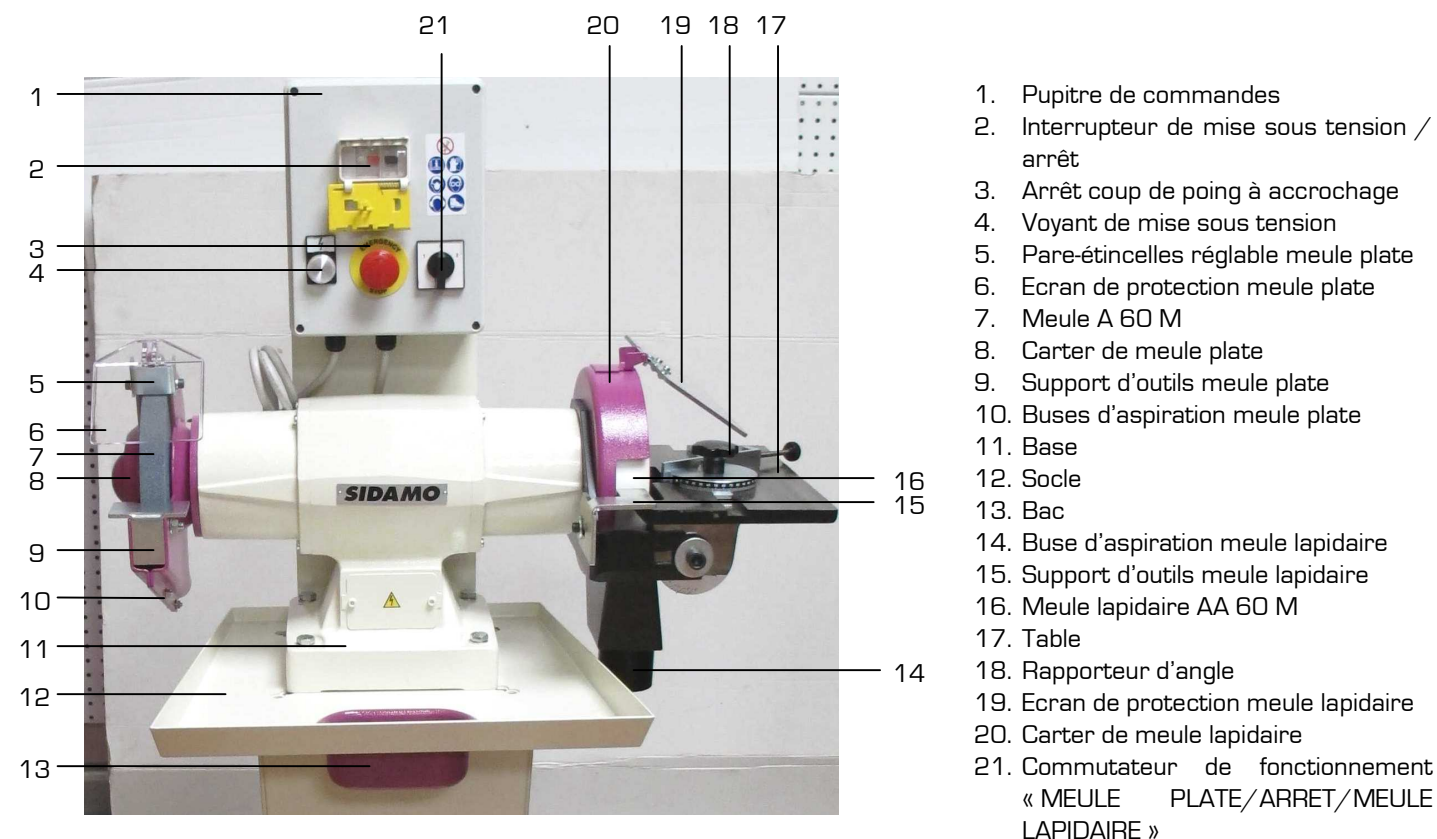
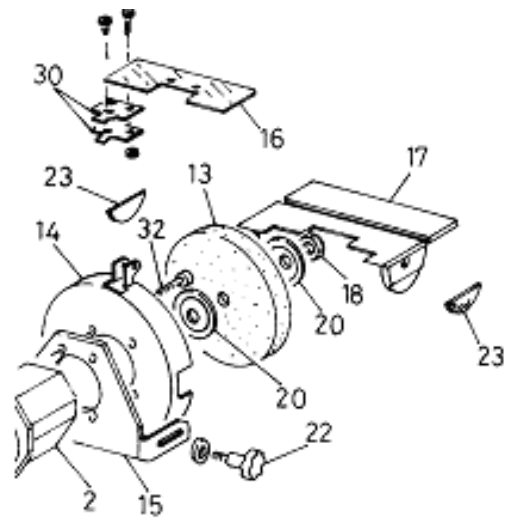

Figure 1
Figure 3
3. Fixer le touret sur le socle (12 fig.1) en introduisant 4 vis (M6) dans les trous de la base (11 fig.1) puis les bloquer fermement au moyen d'écrous appropriés.
1. Fixer le pare-étincelles (5 fig.1) sur le carter de meule et le régler à **5 mm** au maximum du bord périphérique de la meule.
2. Fixer l'écran de protection transparent (6 fig.1) sur le pare-étincelles et le régler de façon à protéger l'opérateur.
3. Fixer le support d'outils (9 fig.1) sur le carter de meule et le régler à **2 mm** au maximum du bord périphérique de la meule.
1. Fixer l'écran de protection transparent (19 fig.1) sur le support d'écran et le régler de façon à protéger l'opérateur.
2. La table est réglable de la position verticale à horizontale en agissant sur les vis du support de la table (17 fig.1).
3. Fixer les supports d'outils de devant (15 fig.1) et de derrière sur le carter de meule et les régler à **2 mm** au maximum du bord périphérique de la meule.
2. Démontez l'écran de protection (16 fig.3) et les supports d'outils (15 fig.1).
3. Retirez la table (17 fig.3) à l'aide des vis (22 fig.3).
4. Dévissez l'écrou (18 fig.3) en utilisant une clé plate ainsi qu'une clé six pans.
5. Insérez la clé six pans à l'extrémité de l'arbre et la clé plate sur l'écrou (18 fig.3).
6. Démontez le flasque extérieur du carter de meule (20 fig.3).
7. Remplacer la meule (13 fig.3) usagée par une meule neuve (s'assurer de la propreté des flasques et de l'arbre de montage avant de remonter une meule).
10. Revisser et bloquer fermement, mais sans exagération, l'écrou de serrage (18 fig.3). En effet, celui-ci tend à se bloquer par sa propre inertie.
11. Remonter la table (17 fig.3).
2. Régler la table pour un travail de la position verticale à horizontale en agissant sur les vis du support de la table (17 fig.1).
3. Fixer le rapporteur (18 fig.1), si besoin.
7. Appuyer sur l'interrupteur de mise sous tension (2 fig.1).
8. Le voyant (4 fig.1) indique la mise sous tension du touret.
9. Désenclencher l'arrêt coup de poing à accrochage (3 fig.1).
10. Choisir la mise en fonctionnement avec l'interrupteur (21 fig.1) :
11. Pour l'arrêt, appuyer sur l'arrêt coup de poing à accrochage (3 fig.1). La meule s'arrête grâce au frein moteur au bout de 5 secondes.
- Approcher progressivement la pièce à meuler au contact de la meule, en vous appuyant sur le support d'outils (9 fig.1).